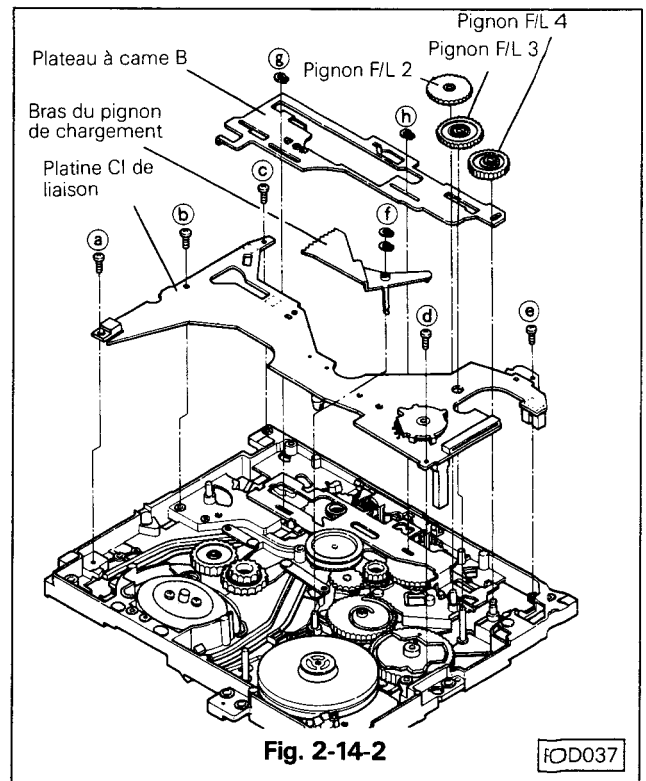
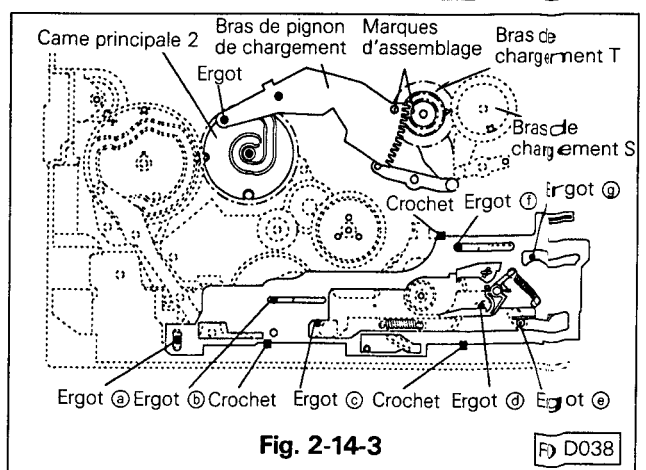

Fig. 2-14-2
Fig. 2-14-3
- Enlever la rondelle d'arrêt ① montrée sur la Fig. 2-14-2.
- Défaire les crochets de maintien du CI et retirer les engrenages F/L 2, 3 et 4. (Voir Fig. 2-14-2)
- Retirer le circlips ⑨ ainsi que la rondelle ⑩. Défaire les trois crochets comme montré Fig. 2-14-3 puis ôter le plateau B (Voir Fig. 2-14-2).
- Dévisser les cinq vis de ③ à ⑦ et retirer la platine CI de liaison mécanique.
2-14-2 REMONTAGE (Voir Fig. 2-14-2)
- Installer la came B en prenant garde au positionnement des pivots ③ à ⑦, voir Fig. 2-14-3 et fixer la came à l'aide des trois crochets, du circlips ⑨ et de la rondelle ⑩.
- Aligner le bras de chargement T et le bras du pignon de chargement comme le montre la Fig. 2-14-3. Assembler le bras du pignon de chargement pour que son ergot puisse entrer dans la rainure de la came principale 2. Fixer le bras du pignon de chargement à l'aide des deux circlips ①.
- Assembler les engrenages F/L 2, 3 et 4 sur leurs axes. (Voir Fig. 2-14-2)
- B. Dans le cas de remplacement du guide-bande récepteur, installer d'abord le bras de chargement T (récepteur). (Voir Fig. 2-14-2)